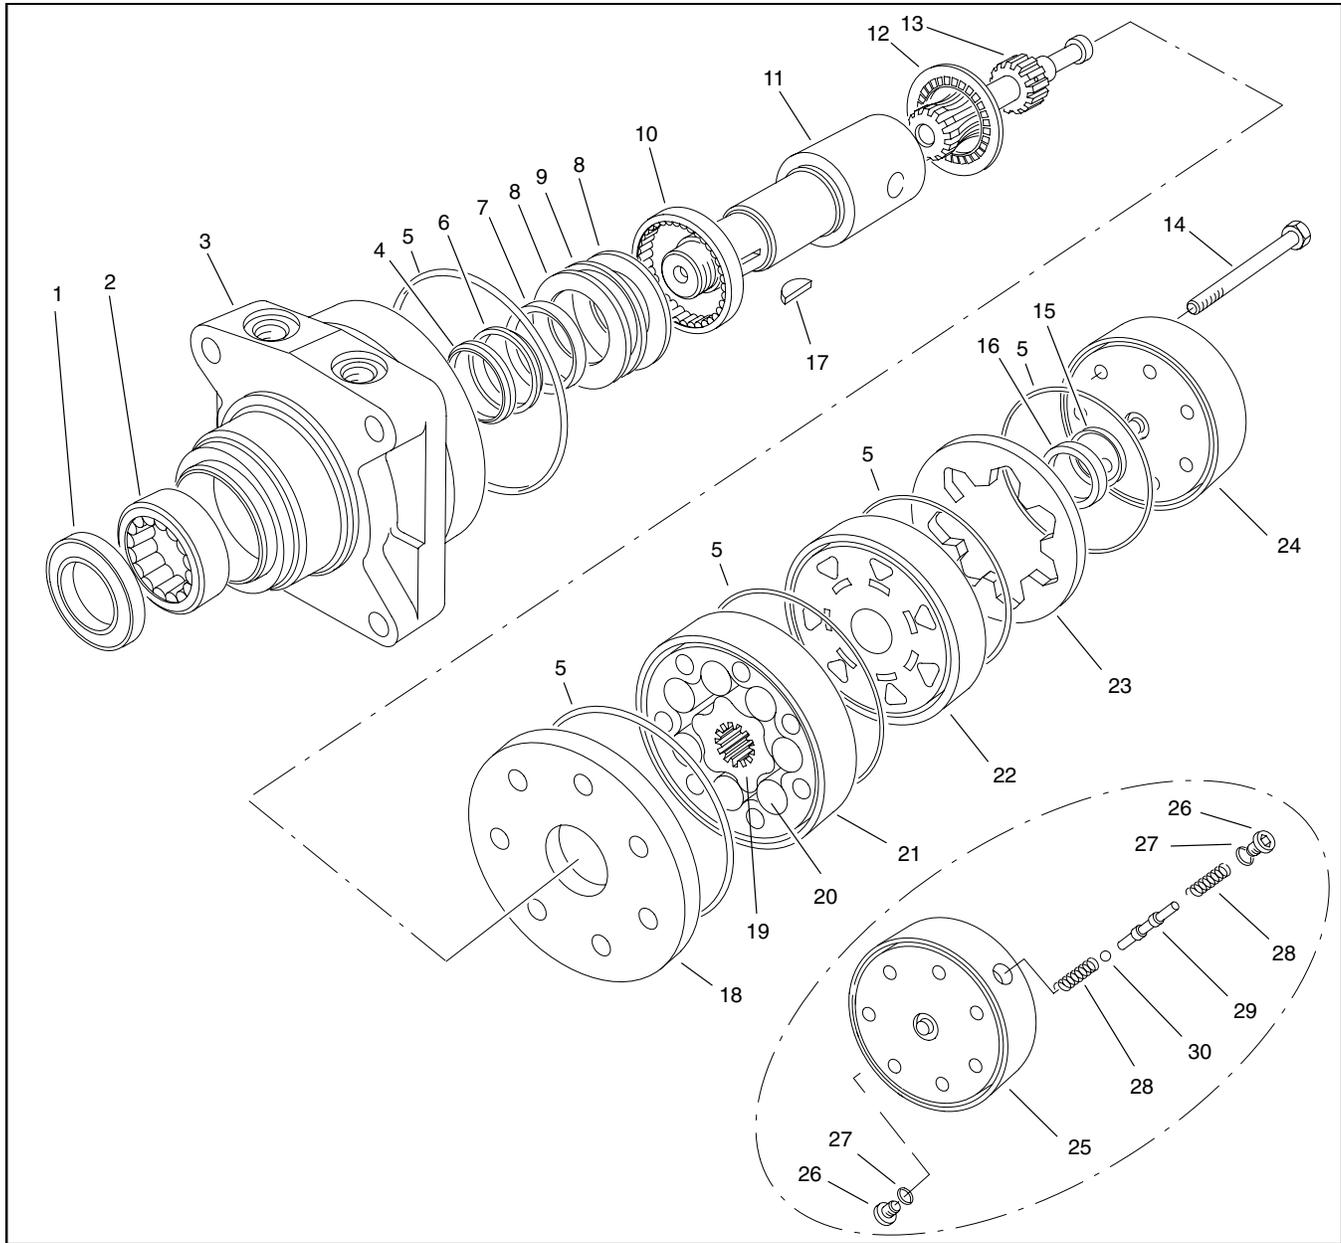

Figure 60
## Disassembly (Fig. 60)
### Inspection (Fig. 60)
**Assembly (Fig. 60)**